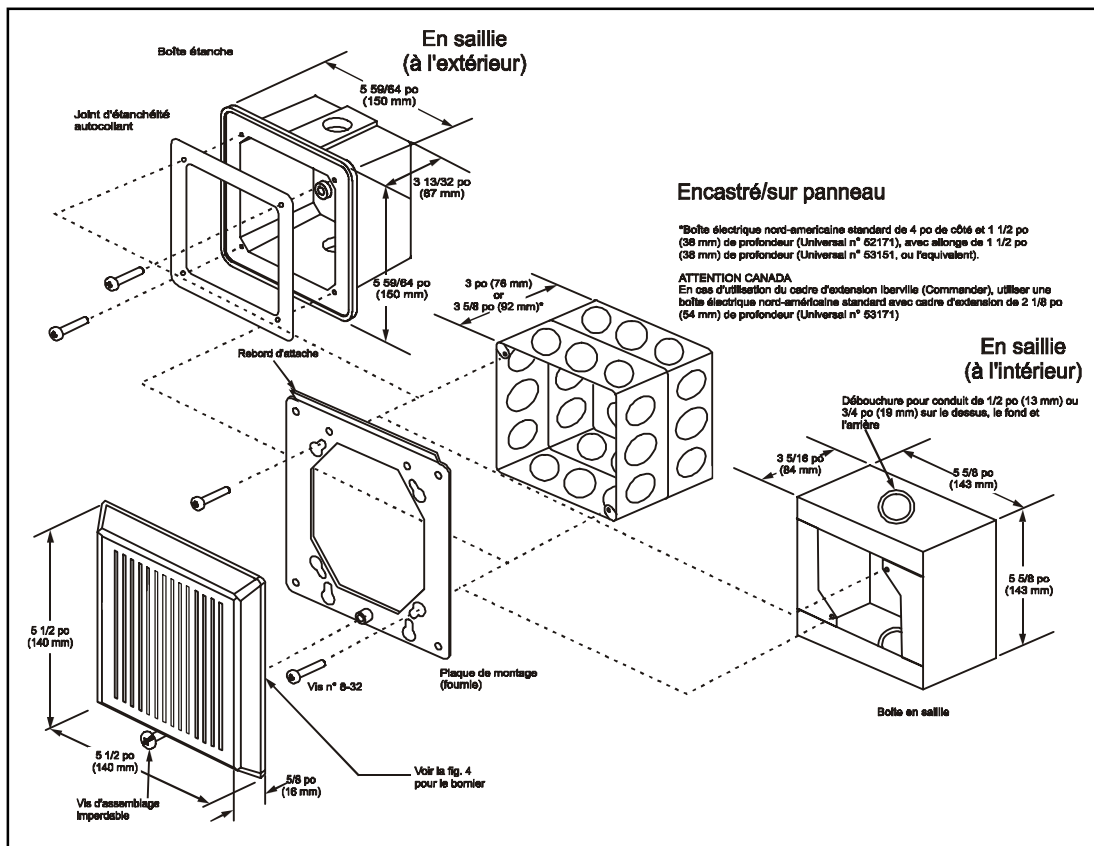

Figure 1. Fixation du klaxon
1. Choisissez la méthode de montage (voir la figure 1) et installez la boîte électrique au moyen des accessoires de fixation appropriés.
**Remarque :** Le rebord d'attache doit être vers l'extérieur, comme illustré sur la figure 1.
5. Fixez le klaxon sur la plaque de montage (Fig. 1) :